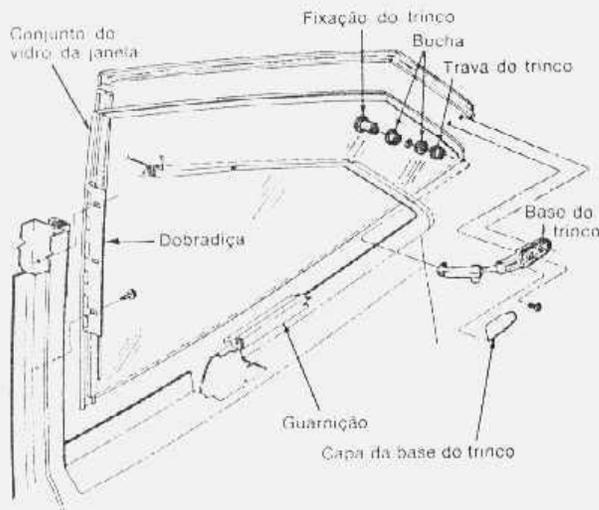

fig. 10 — instalação de janelas traseira basculante
1. Retirar a capa da base do trinco (fig. 10), os parafusos e arruelas.
2. Levantar a guarnição para ter acesso aos parafusos da dobradiça (fig. 10). Retirar os parafusos, as arruelas e o vidro.
1. Retirar a capa da base do trinco (fig. 10), seus parafusos e arruelas.
1. Retirar a capa da base do trinco (fig. 10).